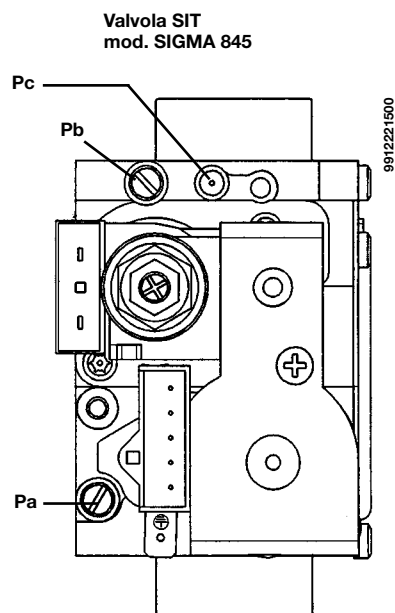
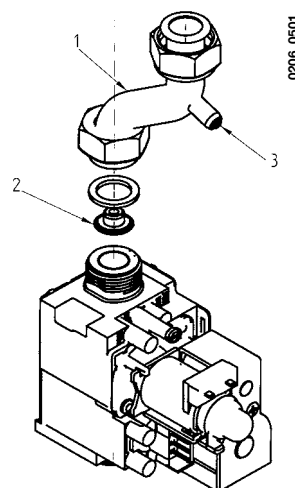

Figura 12a
Figura 12b (modelli 240i - 240 Fi)
- rimuovere il tubo alimentazione gas (1 di Figura 12b);
- sostituire l'ugello per diaframma montato sulla valvola del gas (2);
- collegare la presa di pressione positiva di un manometro differenziale, possibilmente ad acqua, alla presa di pressione (**Pb**) della valvola del gas (figura 12a). Per i modelli 240 i/Fi utilizzare la presa di pressione (3) presente nel tubo di alimentazione gas (figura 12b). Collegare, solo per i modelli a camera stagna, la presa negativa dello stesso manometro ad un apposito "T" che permetta di collegare insieme la presa di compensazione della caldaia, la presa di compensazione della valvola del gas (**Pc**) ed il manometro stesso. (Una pari misura può essere effettuata collegando il manometro alla presa di pressione (**Pb**) e senza il pannello frontale della camera stagna); Una misura della pressione ai bruciatori effettuata con metodi diversi da quelli descritti potrebbe risultare falsata in quanto non terrebbe conto della depressione creata dal ventilatore nella camera stagna.
- verificare che la pressione dinamica di alimentazione della caldaia, misurata alla presa di pressione (Pa) della valvola del gas (figura 12a) sia quella corretta (**30 mbar** per il gas **butano**, **37 mbar** per il gas **propano** o **20 mbar** per il gas **metano**).